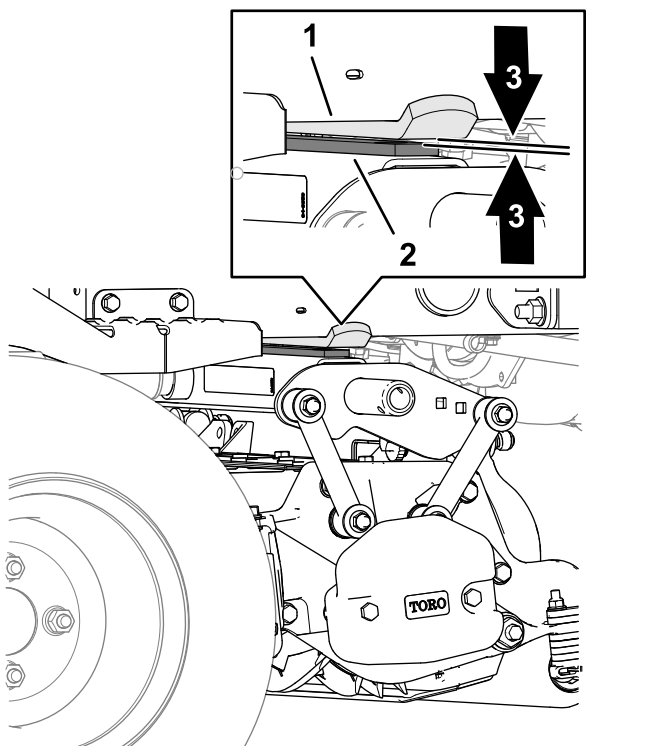

Figure 27
- Sur l'unité de coupe arrière, mesurez le jeu entre la bande d'usure sur la barre d'usure de l'unité de coupe et la butée (Figure 27).